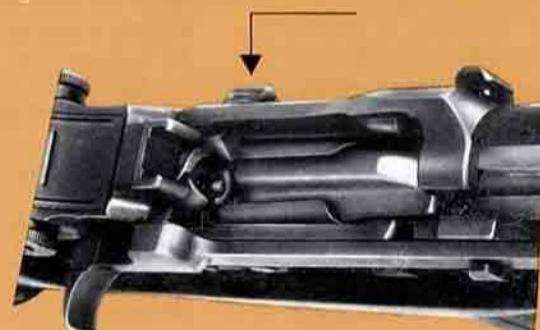

Fig. 6
- dopo aver sparato l'ultima cartuccia del caricatore, l'otturatore rimane aperto perché l'elevatore agisce sulla leva arresto per bloccare l'otturatore in posizione arretrata, (fig. 6);
- After the last round is fired, the magazine follower actuates the bolt latch which, in turn, will hold bolt in its open position, rearward (fig. 6).
- Après avoir tiré la dernière cartouche du chargeur, la culasse reste ouverte sous l'action de l'élévateur qui soulève l'arrêtéoir de culasse, ce qui a pour effet de maintenir celle-ci en position ouverte (figure 6);
- Wenn die letzte Patrone des Magazines verschossen ist, drückt der Zubringer des Magazines auf den Sperrhebel, welcher infolgedessen das Verschlusstück in seiner hinteren « offenen » Lage festhält (Bild 6).